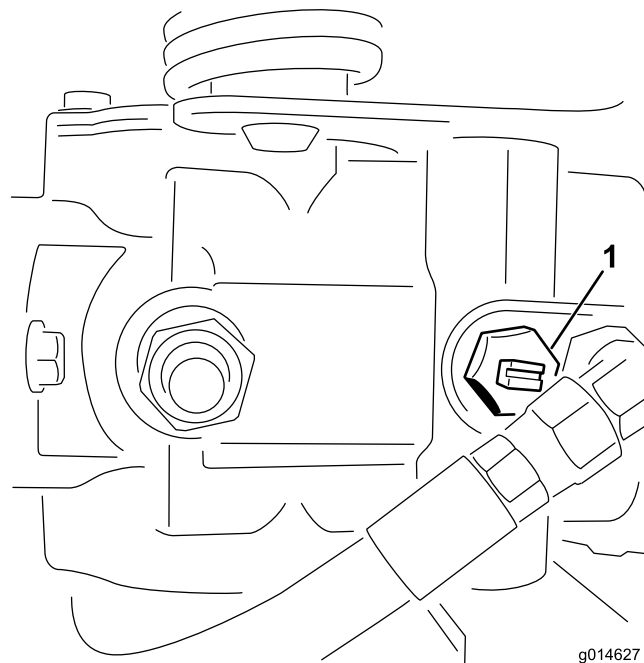

图41
- 找到并旋转泵上的旁通阀，使槽处于垂直位置（图 41）。
- 启动发动机之前，旋转旁通阀，使槽处于水平位置，这样就可以关闭旁通阀（图41）。旁通阀打开时，切勿启动发动机。